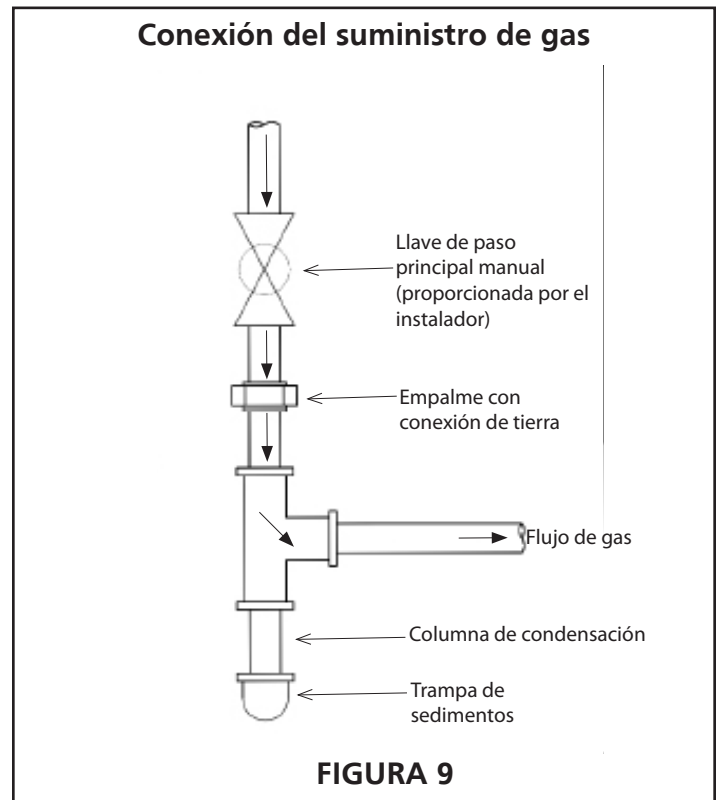

FIGURA 9
- Deberá instalar un separador de sedimentos que cumpla los requisitos típicos de la Figura 9 en la línea que va a la válvula de gas.
columna de condensación debe ser accesible para poder limpiarla y vaciarla. Consulte la Figura 9.
Antes de la prueba de fugas, cierre la válvula de paso manual instalada en campo que se muestra en la Figura 9 en la línea de suministro para aislar la válvula de gas de la presión.